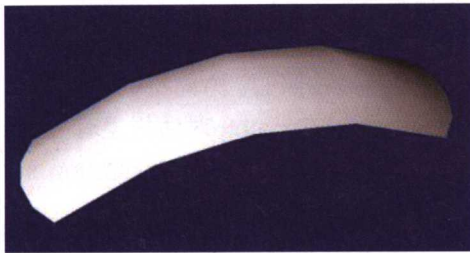

图 1.14
- (3) 直接用 NURBS 几何体工具产生的圆锥体属于：
- (4) Polysurface 的特点有：
- (5) 如图 1.14 所示,用平滑曲线产生的平滑曲面,渲染起来却出现了棱角,这是因为: